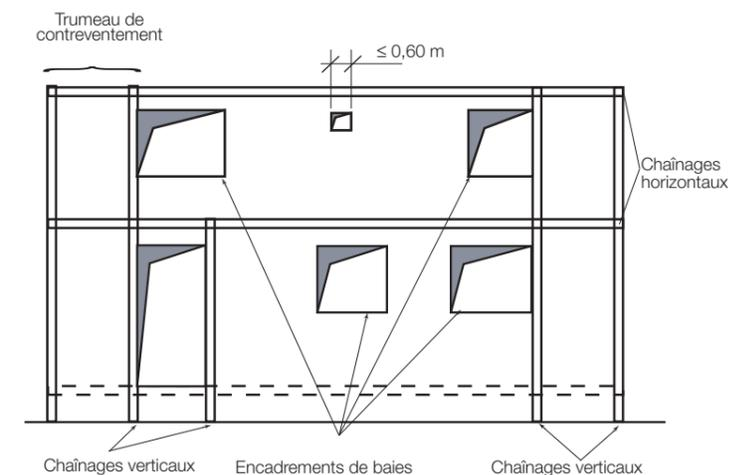

Figure 1
- en encadrement d'ouvertures de hauteur supérieure ou égale à 1,80 m, avec les dispositions complémentaires énoncées ci-contre (figure 1).